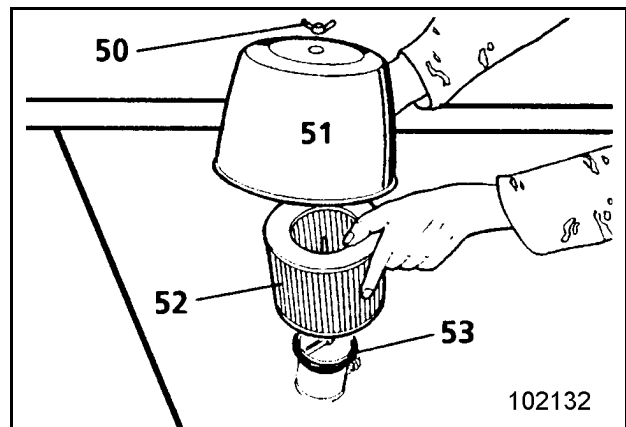

Fig. 3-52
- Mutter (50, Fig. 3-52) abschrauben. Haube (51) abnehmen und Filterelement (52) von der Haltestange nehmen.
- Neuen Dichtring (53) und neues Filterelement einsetzen und Haube (51) mit Mutter (50) sichern.